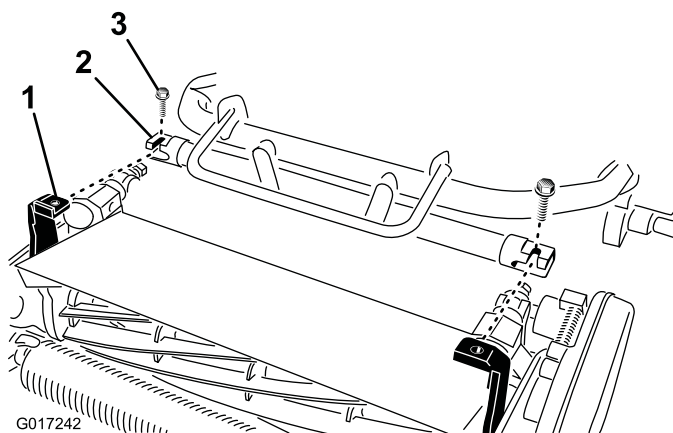

Bild 5
4. Bewegen Sie den Zugmaschinenrahmen (Bild 5) nach vorne, bis er in die Gelenkarme des Mähwerks greift.
5. Befestigen Sie den Zugmaschinenrahmen mit zwei Schrauben (3/8" x 3/4") an den Gelenkarmen des Mähwerks (Bild 5).